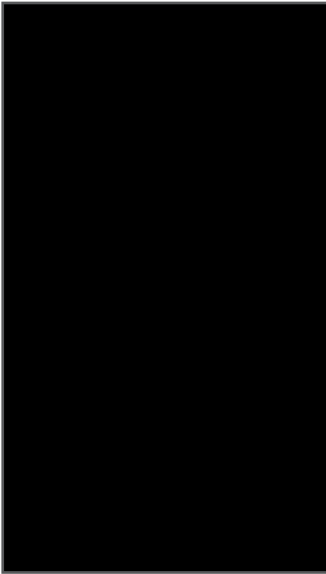

Рис. 13 Обслуживание деки
2. Поверните газонокосилку на бок и щеткой с мягкой щетиной очистите нож и внутреннюю поверхность деки (Рис. 13).